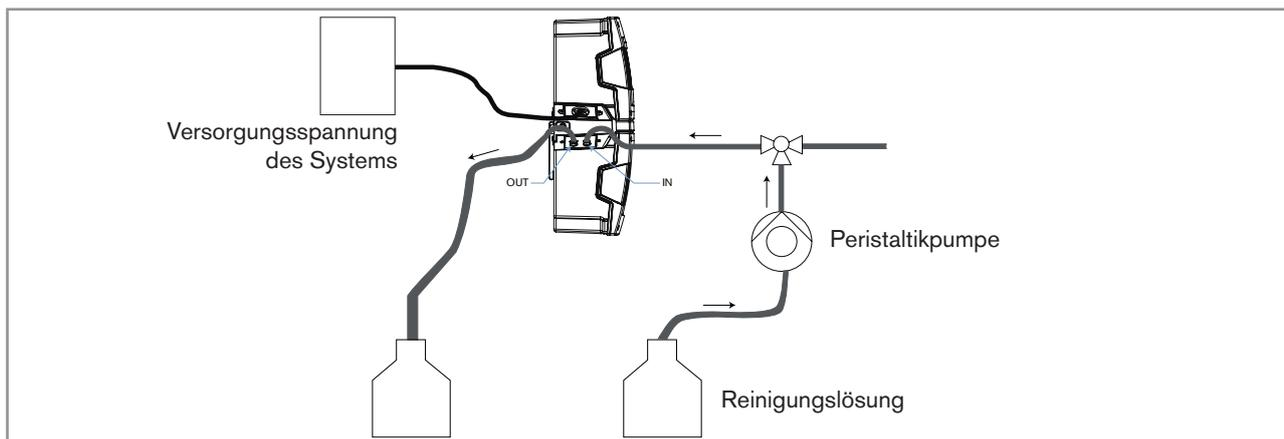

Bild 5: Aufbau für die manuelle Reinigung der internen Messteile des Produkts
3. Eine Peristaltikpumpe an den Wasserprobeneinlasskreis des Systems anschließen, wie in Bild 5 gezeigt. Wenn die fluidischen Anschlüsse nicht korrekt vorgenommen sind, können Produkt und System beschädigt werden, weil der Druck in Produkt und System zu hoch ist.